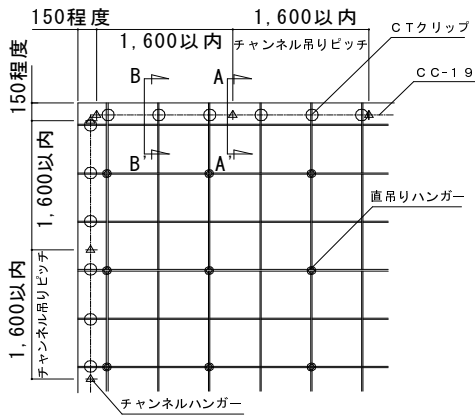
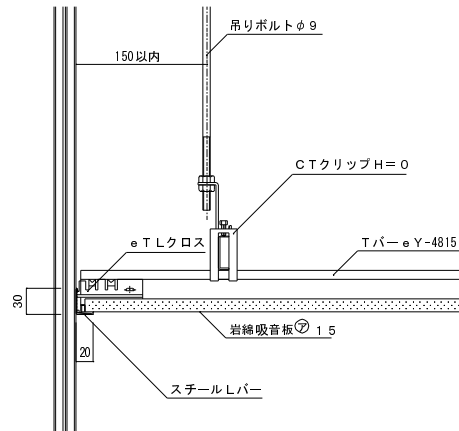

図2-16 Tバー受けチャンネルの設置
図2-17 壁廻りの納まり (A-A断面)
- ① 壁から150mm程度の位置でCC-19チャンネルを流します。(図2-16、図2-17参照)